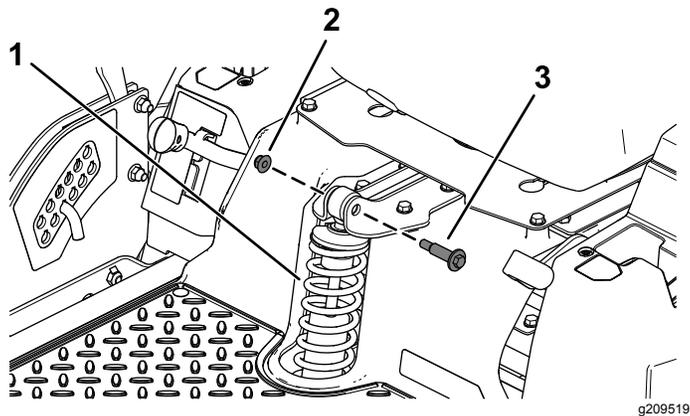

Bild 2
2. Entfernen Sie die beiden Ansatzschrauben und die beiden Bundmutter ($\frac{3}{8}$ "), mit denen die vorhandene vordere Feder befestigt ist (Bild 2).
3. Entfernen Sie die vorhandene vordere Feder (Bild 2).
Montieren Sie die neue vordere Feder mit den vorher entfernten beiden Ansatzschrauben und den beiden Bundmuttern ($\frac{3}{8}$ "), wie in Bild 2 dargestellt.